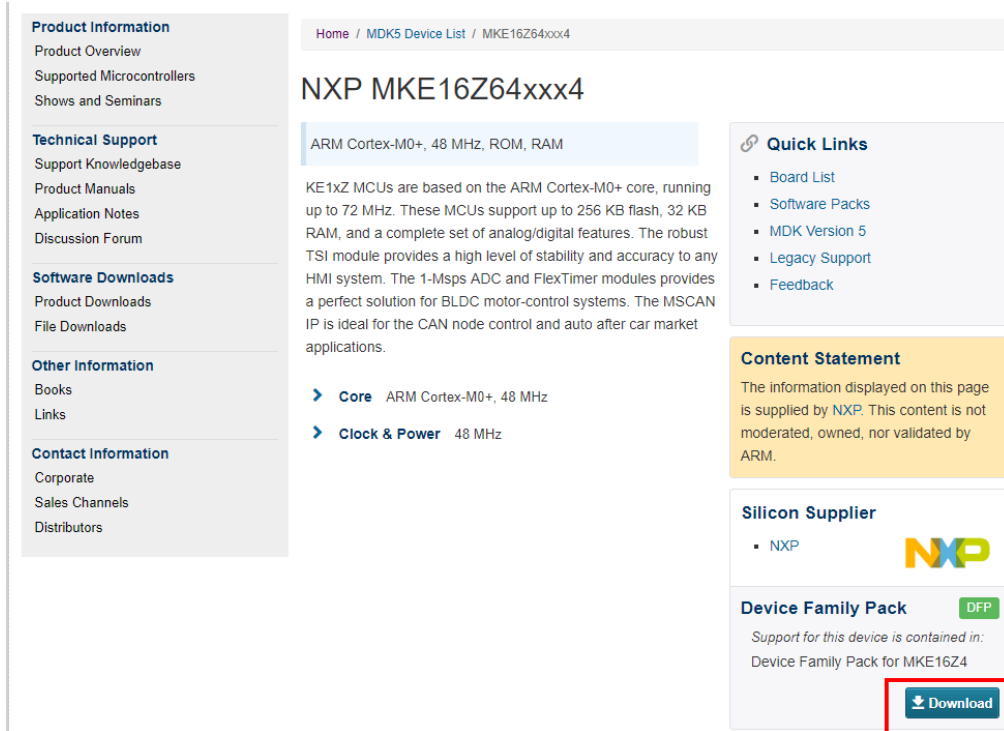

图 3.1.5 Keil 官网 MKE16Z 页面
(4) 点击 MKE16Z4 进入，在页面的右下方找到 Device Family Pack，点击  按钮即可下载，如图 3.1.5 所示：